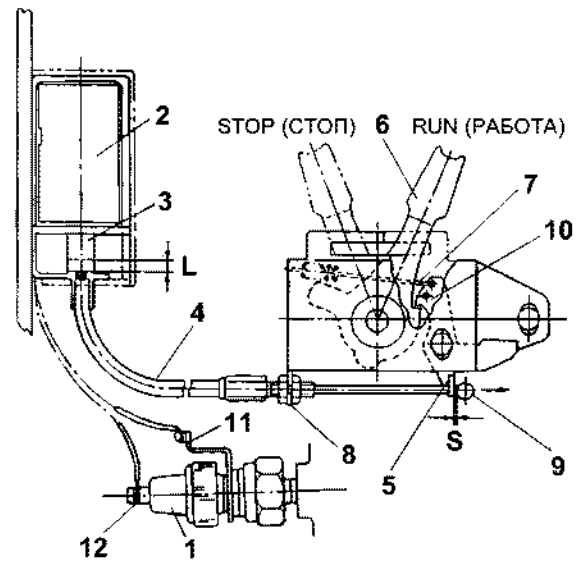

Рис. 49
- Цепь с датчиком давления масла (Рис. 49, (1)) включена (ON), пока давление масла низкое (недостаточное количество масла).
- Когда цепь работает, постоянный ток двигателя поступает на катушку DC (Рис. 49, (2)) через реле.
- Плунжер (Рис. 49, (3)) катушки втягивается, чтобы привести в действие рычаг останова (Рис. 49, (5)) с помощью боуденовского троса (Рис. 49, (4)).
- Задействованный рычаг останова освобождает захват, чтобы автоматически перевести рычаг регулировки оборотов двигателя (Рис. 49, (6)) из положения RUN (РАБОТА) в положение STOP (СТОП).
1. Проверьте положение возвратной пружины (Рис. 49, (7)) (верхнее отверстие).
2. Установите рычаг регулировки оборотов двигателя (Рис. 49, (6)) в положение RUN (РАБОТА).
3. Выкрутите гайку (Рис. 49, (8)) боуденовского троса (Рис. 49, (4)).
4. Вытяните наконечник (Рис. 49, (9)) внутреннего провода в направлении, указанном стрелкой, установите гайкой необходимый зазор S между наконечником и рычагом останова (Рис. 49, (5)) и затяните гайку.
5. Поднимите плунжер (Рис. 49, (3)) катушки DC (Рис. 49, (2)) и проверьте работу по освобождению захвата рычага регулировки оборотов двигателя. Оцените работу на основании движения плунжера L, которое необходимо для освобождения захвата.
Примечание: Если работа по освобождению захвата нестабильна, или компоненты, связанные с рычагом останова, разобраны, смажьте смазкой контактные поверхности и штифт (Рис. 49, (10)).
6. После завершения регулировки, запустите двигатель и проверьте выполнение функции автоматического останова во время работы двигателя. Чтобы выполнить проверку во время работы двигателя, проверьте с помощью короткого замыкания контактов (Рис. 49, (11)) и (Рис. 49, (12)) датчика давления масла (Рис. 49, (1)).